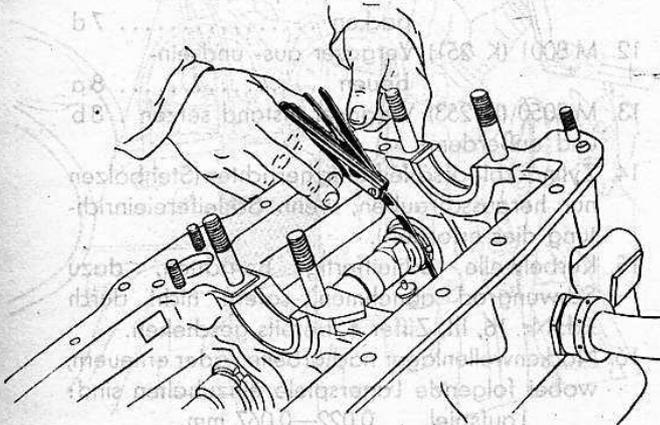

Bild 16
5. Längsspiel (0,07—0,11 mm) mit Fühlerlehre prüfen (Bild 16).